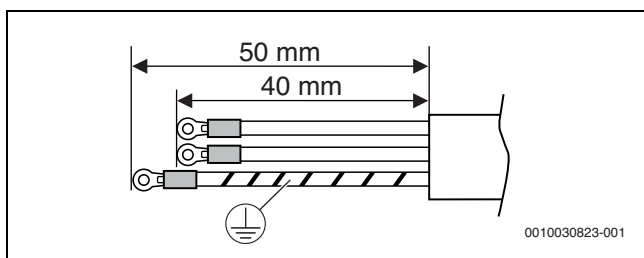

Bild 28 Strömförsörjningskabel
- För strömförsörjningskabeln ska du klämma fast en rund anslutningsplint på varje ände av den skalade kabeln (tvärsnittsarea 2,0 mm² eller 2,5 mm² om kabellängden överskrider 20 m) se bild 28.